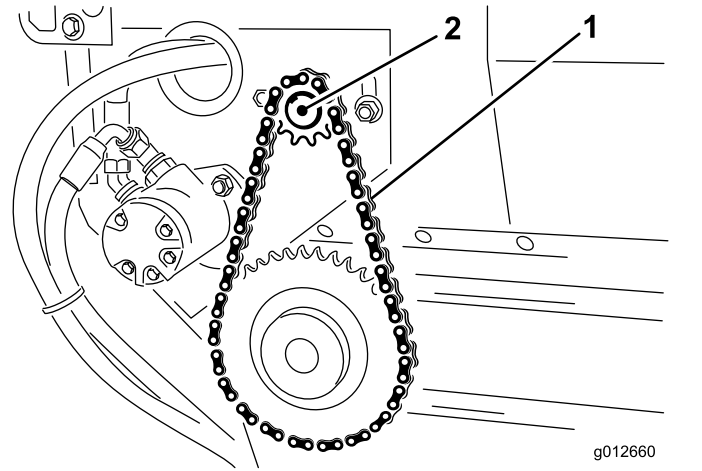

Figura 19
3. Afloje los pernos y las tuercas que fijan el conjunto de piñón y motor al bastidor principal (Figura 19).
4. Gire el conjunto de motor y piñón (Figura 19) en las ranuras de montaje hasta que la cadena de la cinta transportadora se desvíe 3,2 mm.
5. Apriete los pernos de montaje (Figura 19).